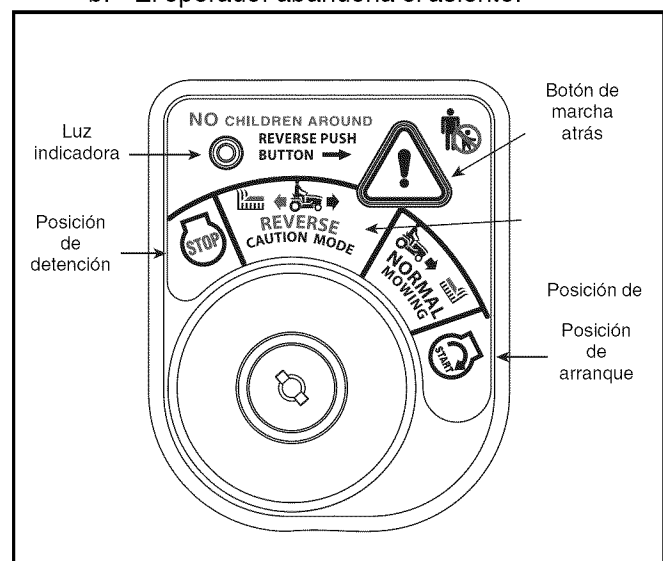

Figura 4
2. Gire la llave desde la posición de **CORTE NORMAL** (verde) hasta la posición de **MODO DE PRECAUCIÓN EN MARCHA ATRÁS** (amarillo) del módulo del interruptor de llave. Vea la Figura 4.
3. Presione el **BOTÓN DE MARCHA ATRÁS** (botón triangular de color naranja) en la esquina superior derecha del módulo del interruptor de llave. La luz indicadora roja en la esquina superior izquierda del módulo del interruptor de llave estará **ON (encendida)** mientras esté activado. Vea la Figura 4.
4. Una vez activado el Modo de Precaución en Marcha Atrás (con la luz indicadora **encendida (ON)**), el tractor podrá conducirse en marcha atrás con las cuchillas de corte (PTO) enganchadas.